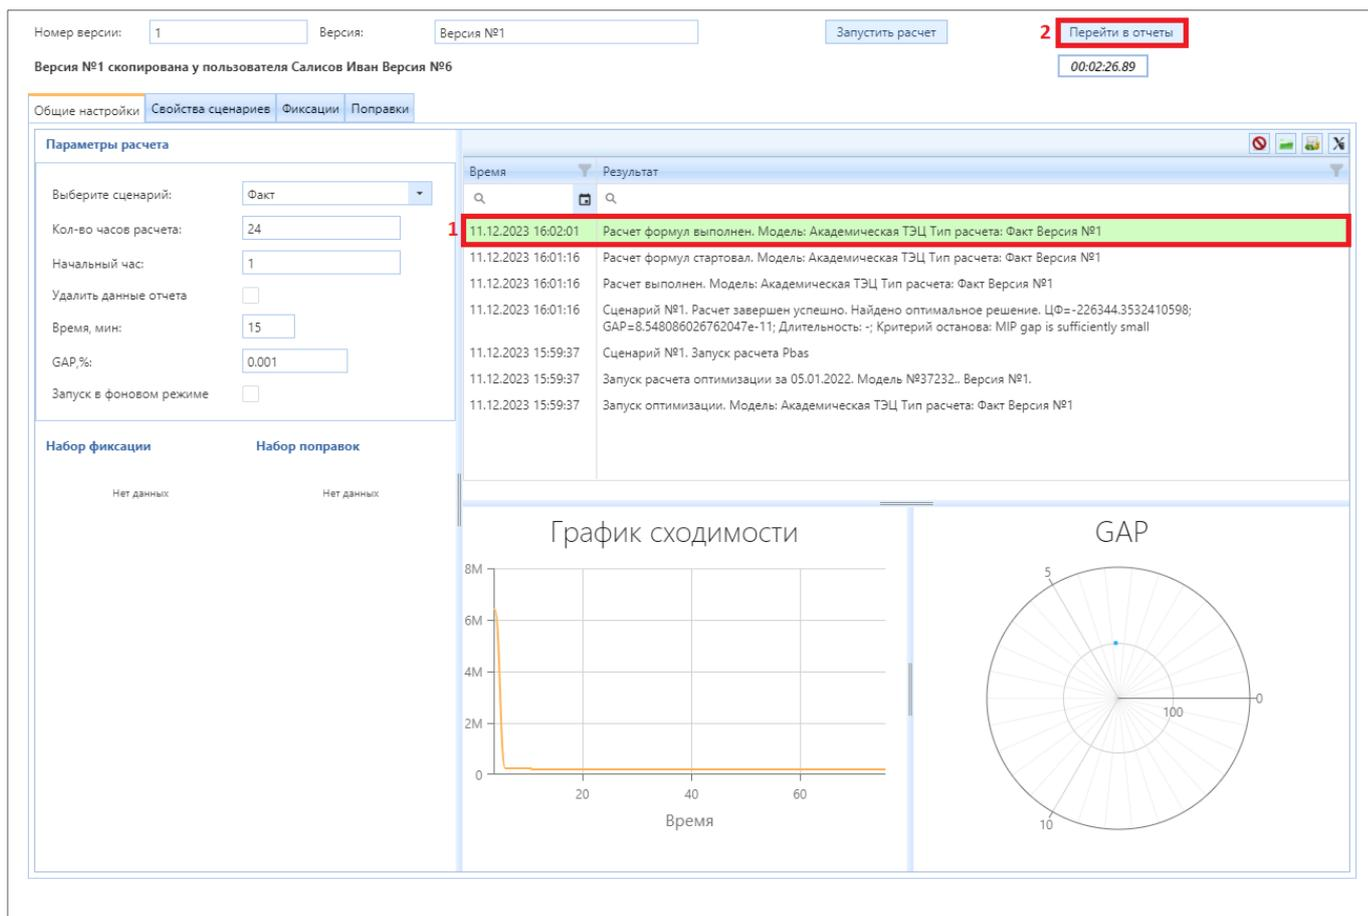

Рисунок 3.2.24 – Окно оптимизации при успешном завершении расчета
После успешного завершения расчета окно «Оптимизация» выглядит следующим образом – появляется надпись о выполненном расчете формул (1) (рис. 3.2.34), как это показано на рис. 3.2.24. Для просмотра результатов расчета необходимо нажать левой кнопкой мыши на кнопку (2) «Перейти в отчеты» (рис. 3.2.24).